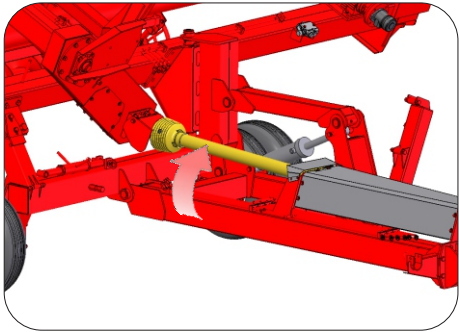

Imagen 009
4. Finalizado el acople y ajustado el perno; se debe retirar la barra cardánica de la posición de transporte a trabajo; como se indica en la imagen siguiente (008). En la imagen 009 / 010 , también se muestra el protector de seguridad, que posee el cilindro hidráulico; el cual acciona la altura de los sinfines barreadores con el chasis articulado del equipo.